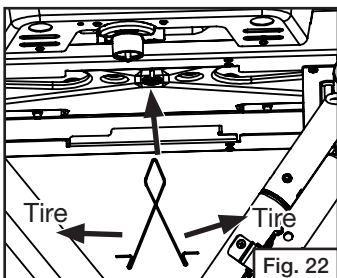

Fig. 22
- Separe el soporte del recipiente para grasa e insértelo en el orificio de goteo en la parte inferior central de la base de la parrilla. (Fig. 22)